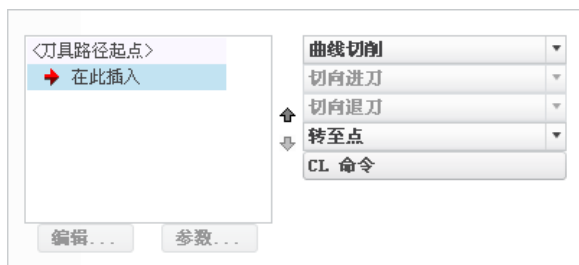

图 3.6.8 “刀具运动”设置界面
Step4. 在“轨迹”操控板中单击  按钮，此时弹出图 3.6.8 所示的设置界面。单